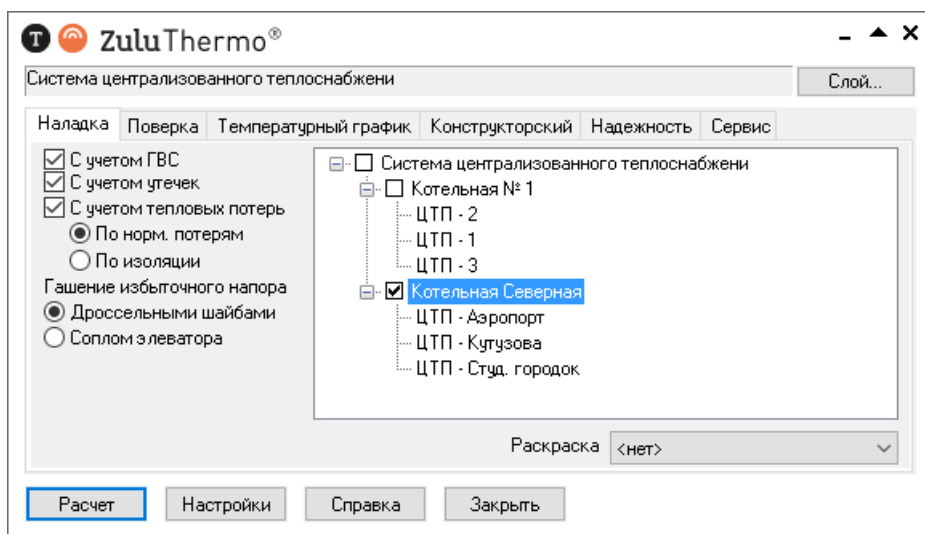

Рисунок 10.4. Выбор источника для расчета
4. Отметьте источник, для которого будет производиться расчет и установите флажок напротив соответствующего названия. (смотрите Рисунок 10.4, «Выбор источника для расчета»)